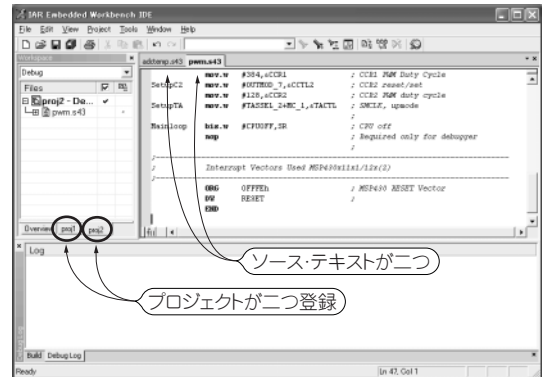

図 3-29 プロジェクトに登録された画面
(9) 登録された画面を図 3-29 に示します。左側のウィンドウには proj1, proj2 が、右ウィンドウにはソース・テキストが合計 2 件入っていることがわかります。